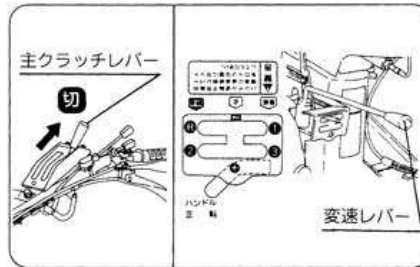

図20
- ① 主クラッチレバーを「切」位置にしてください。(図20)
- ② 変速レバーを操作して、希望の変速位置にしてください。(変速レバーが入りにくいときは、ギヤの噛合いの位置が悪いためですから、無理にいれずに、主クラッチレバーを半クラッチの状態にしてください。無理に入れようとすると、故障の原因になります)